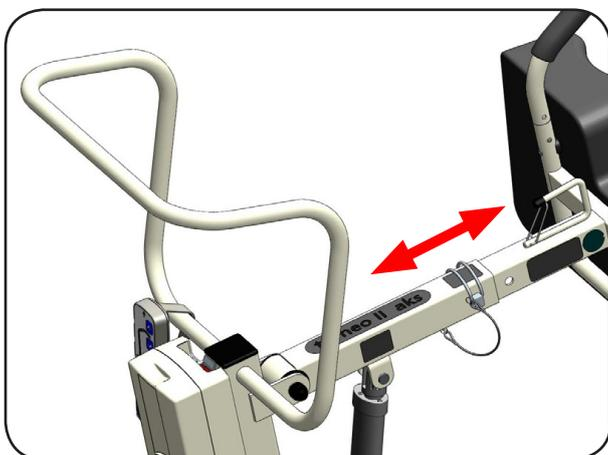

Abbildung 35
1. Überprüfen und korrigieren Sie gegebenenfalls die zum Patienten passende Längeneinstellung klein, mittel oder groß des Hebearms (Abbildung 35).